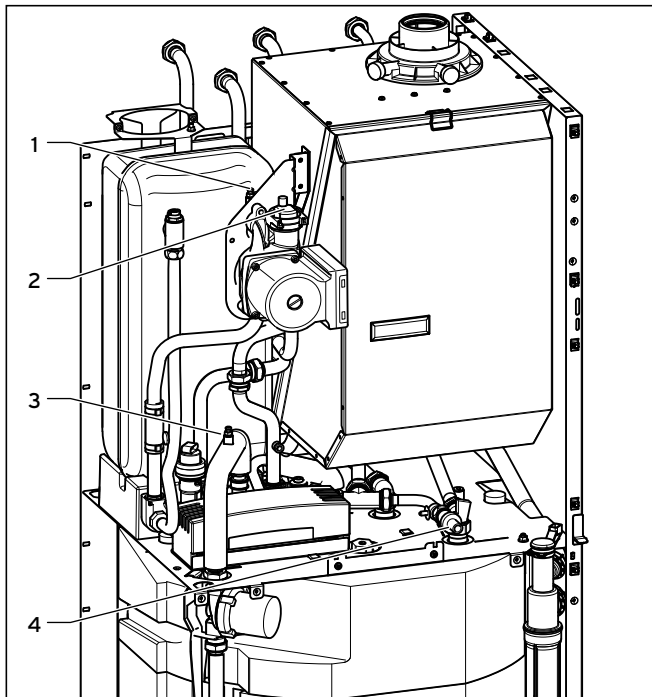

Abb. 6.1 Kesselfüll- und Entleereinrichtung
- Entlüften Sie das Gerät warmwasserseitig über den Entlüftungsnippel (3) am Rohr zwischen Pumpe und Sekundär-Wärmetauscher, siehe Abbildung 6.1.